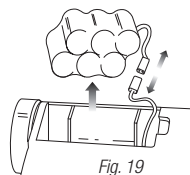

Fig. 19
- 4 Soulevez doucement le bloc-piles et débranchez les bornes en enfonçant la languette et en tirant sur les câbles des bornes. Retirez le bloc-pile. (fig. 19)